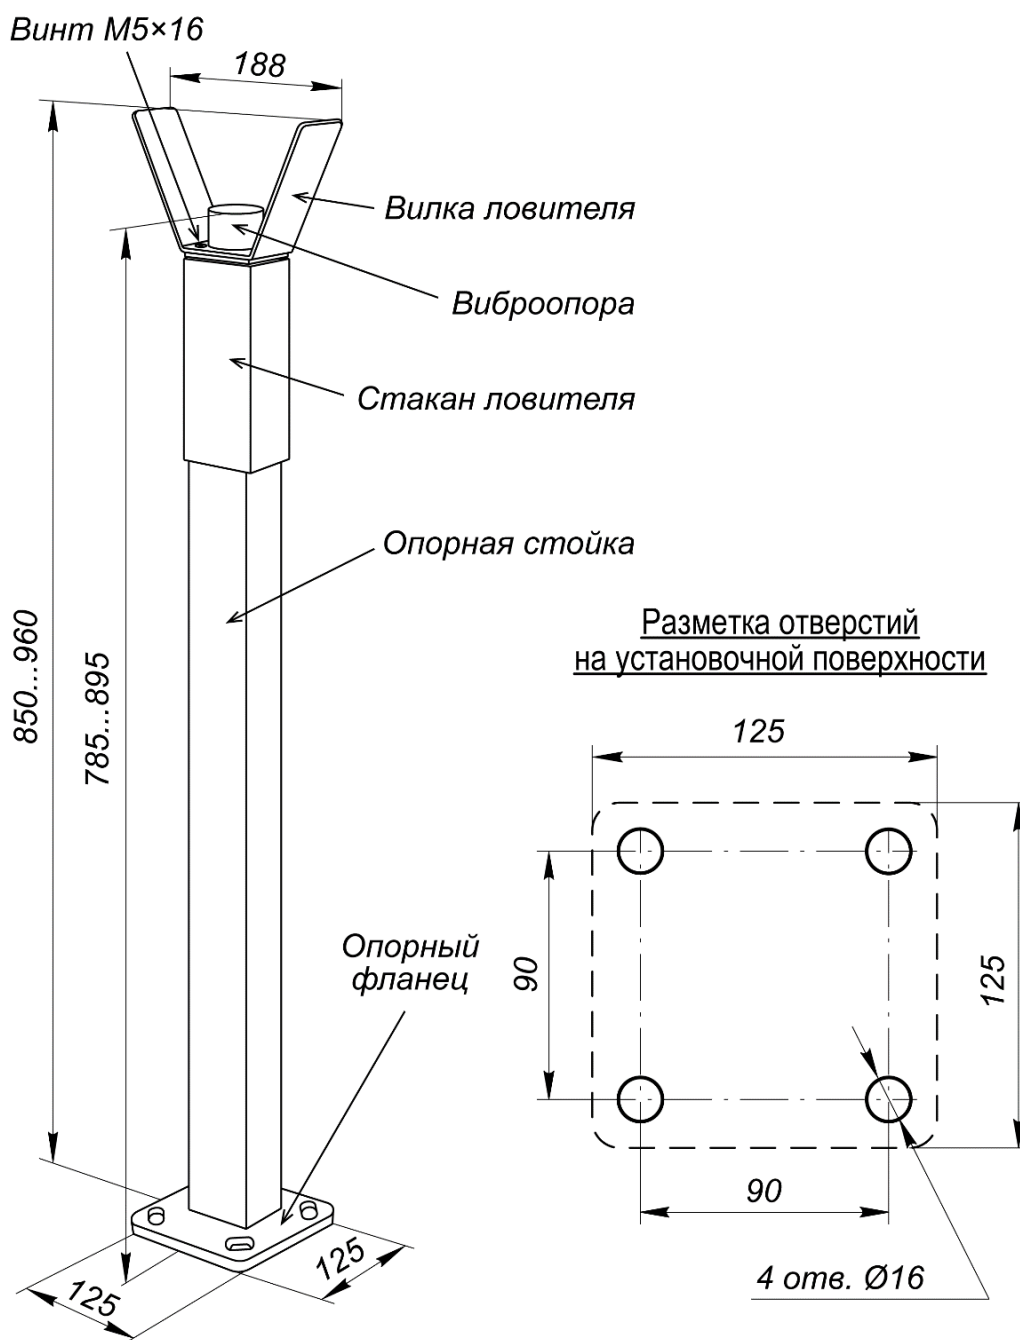

Рисунок 20. Внешний вид опорной стойки с ловителем стрелы PERCo-GBS1
При необходимости, а также при длине стрелы более 3 метров, устанавливается опорная стойка с ловителем стрелы **PERCo-GBS1** (входит в дополнительный комплект поставки). Опорная стойка **PERCo-GBS1** состоит из стойки прямоугольного сечения с опорным фланцем и ловителя стрелы (см. рис. 20).
- Выполните в установочной поверхности отверстия в соответствии с разметкой (см. рис. 20). Ось опорной стойки должна совпадать с продольной осью стрелы шлагбаума (обращаем внимание, не с осью стойки шлагбаума!, см. рис. 7). Размер отверстий на схеме указан для анкеров типа PFG IH10 («SORMAT»), при использовании других типов анкеров необходимо выполнять отверстия соответствующих им диаметра и глубины.